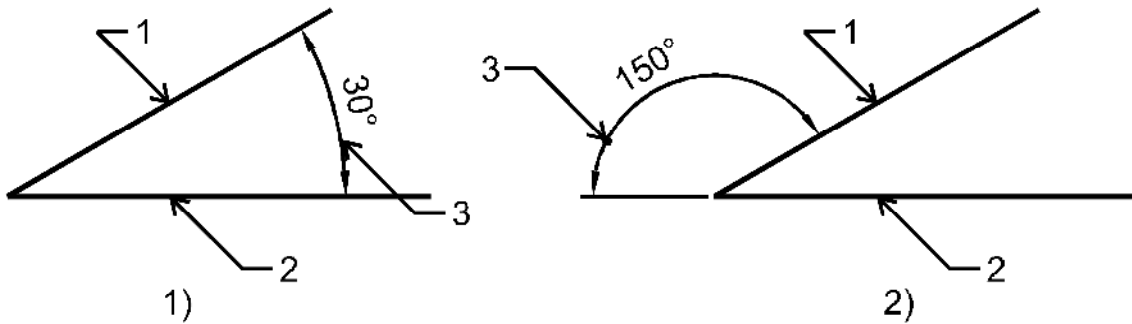

Рис. 6.9. Угловые размеры линейных объектов.
2. Мышкой выбрать отрезки (1 и 2) (см. рис. 6.9), угол между которыми нас интересует.
3. Указать точку (3) (рис. 6.9), через которую пройдет размерная линия.